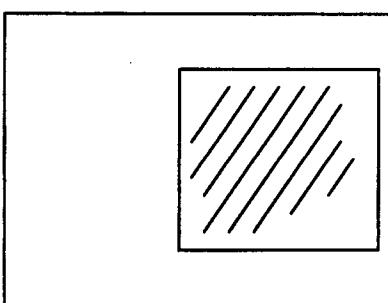
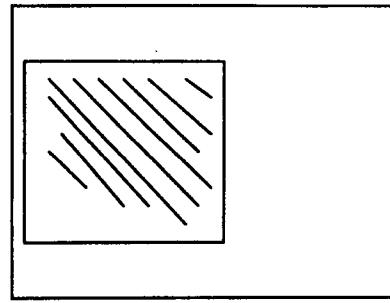

图 1-1 印刷位置移后
图 1-2 印刷位置移前
①印刷前后位置的调整功能。当印刷品出现如图1-1所示情况时,为印刷位置移后,这种情况会造成原稿尾部图像丢失,印刷不完整;当印刷品出现如图1-2所示情况时,为印刷位置移前,这种情况可能造成原稿顶部图像丢失,同样会使印刷不完整。